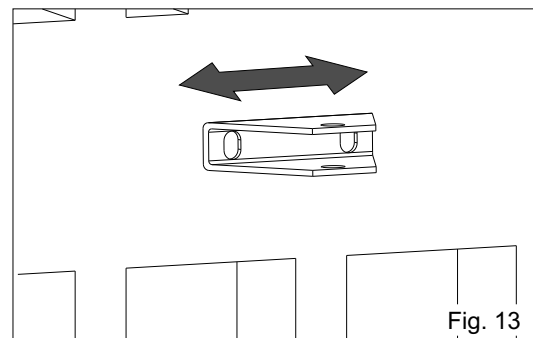

Fig. 13
- Avant de fermer les vis mouvoir vers la droite ou vers la gauche la jonction antérieure pour consentir le bon positionnement du bras au portail (Fig.13).